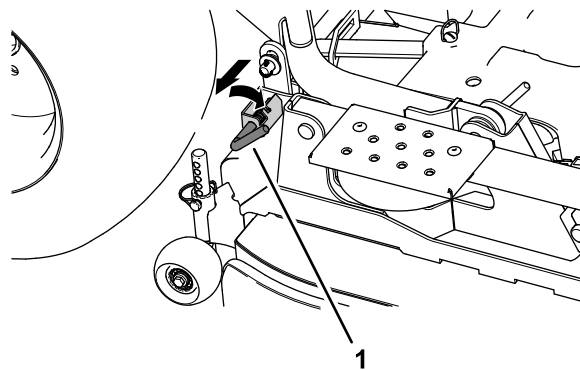

Figura 113
- Înainte de a coborî puntea, trageți i rotii bolurile de articulaie din spate din ambele părți ale punii mainii de tuns iarba (Figura 113).
13. Rotii bolurile de articulație spate pentru a cupla articulațiile de ridicare spate ale punii mainii de tuns iarba; consultați Figura 113 din Demontarea punii mainii de tuns iarba \(Pagină 82\).